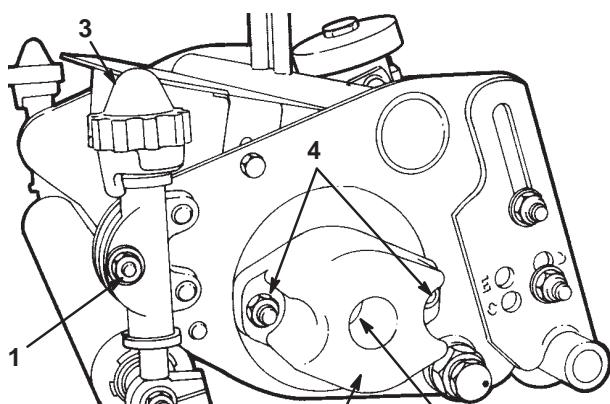

図17
1. カッティングユニットの左右で、刈り高調整ロッドの固定ネジ(図17)をゆるめる。
2. 刈り高調整ノブ(図17)をゆるめて刈り高調整ロッドから外す。ノブは刈り高クランプの上ワッシャに保持される。
- C. トルクレンチを取り付け、リールが回転しないようにリールを固定しておいて、リール・ベアリング調整ボルトを、所定の締め付けトルク値まで締める ( 図17 : 所定値は0.5 ~ 1.0 N.m ( 0.05 ~ 0.1 kg.m ) )。
2. リール・シャフトの片側からベアリング調整ナットを外し ( 図17 ) リール・シャフトの反対側から特殊スプラインナットを外す。